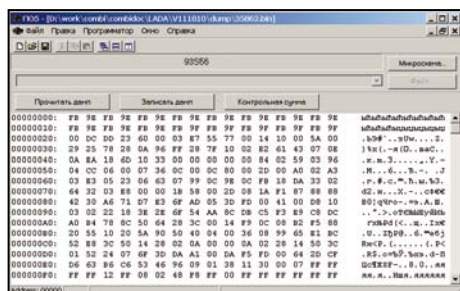

Рисунок 7. Окно программы робрс
7.4.1 В меню программы «Файл» > «Открыть» выбрать файл дампа с расширением bin. Файл откроется в окне редактора рисунок 7.